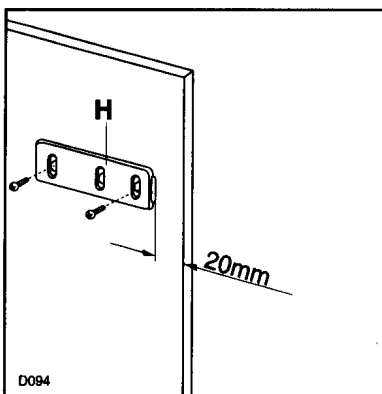

Fig. 6
Posez les guides (H) à l'intérieur de la porte du meuble, en haut et en bas, comme l'illustre la Fig. 6, et repérez la position des trous extérieurs. Après avoir préparé les trous, vissez les guides avec les vis de 3,5x16 mm sur la porte du meuble.